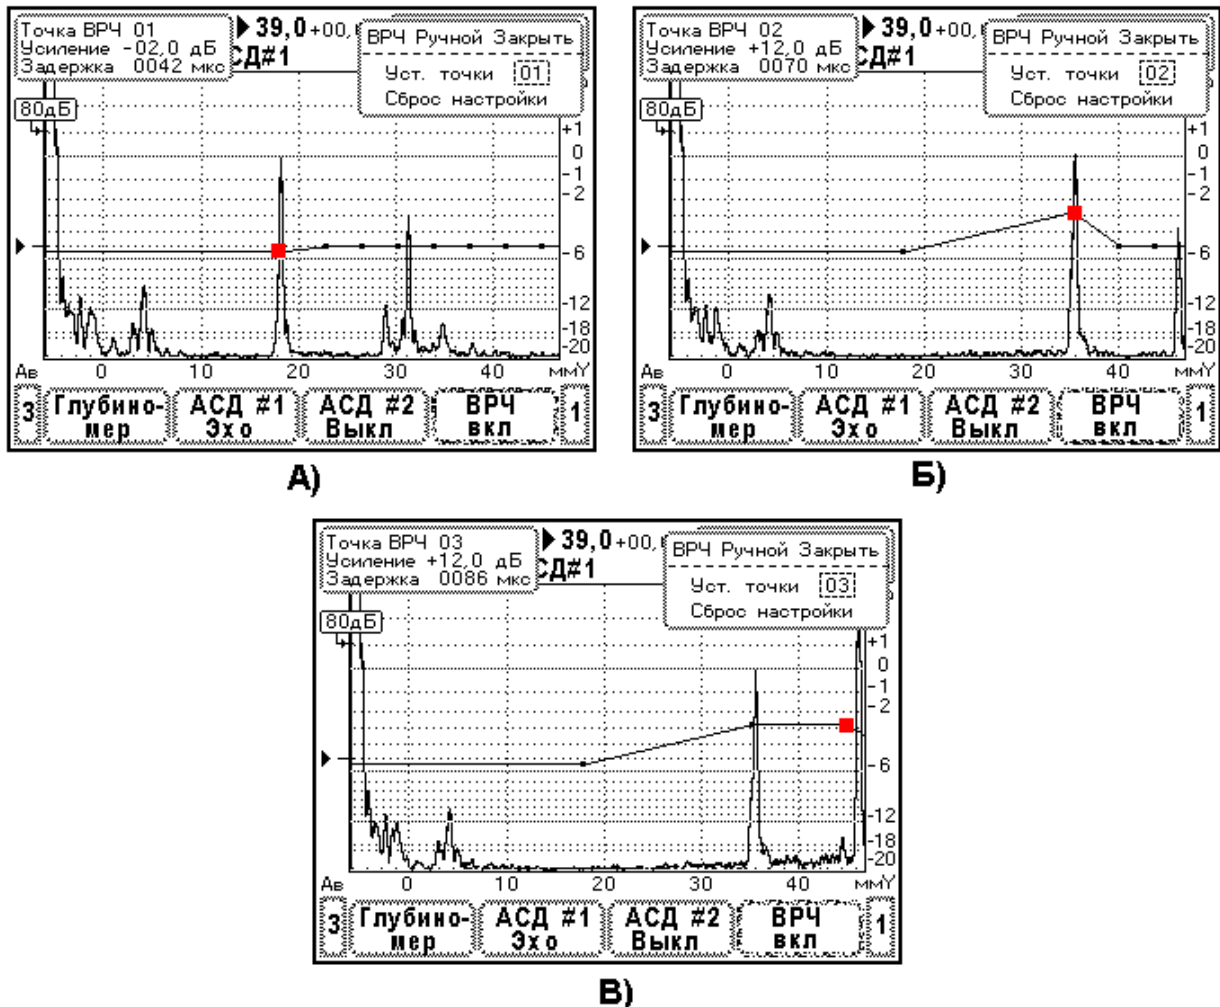

Рис. 9.4.13.3. Последовательность настройки ВРЧ в стиле «Ручной».
4. Выберите точку ВРЧ 03. Переместите ее в конец развертки и установите усиление в ней такое же, как у точки ВРЧ 02 – Рис. 9.4.13.3.В.